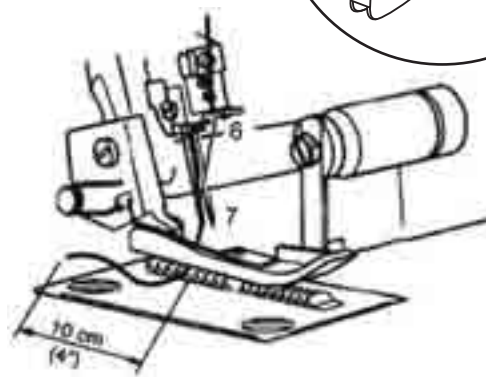

Fig. 33
5. Guíe el hilo a través de la aguja izquierda (7) (Fig. 33).
6. Coloque el hilo hacia atrás debajo del prensatelas ②.